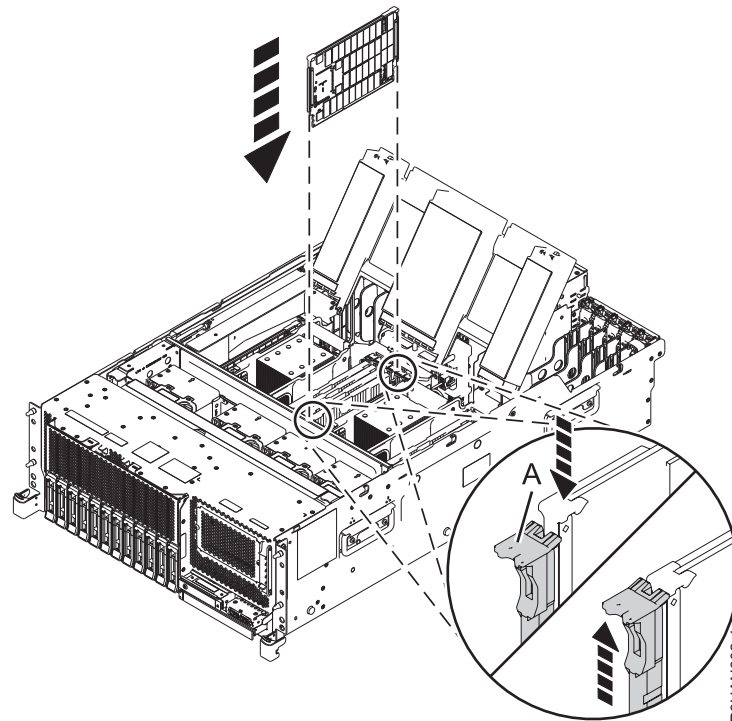

Abbildung 8. Speichermodul bei einem System vom Typ 8247-42L, 8286-41A oder 8286-42A installieren oder austauschen
5. Drücken Sie das Speichermodul fest in den Steckplatz, bis die Verriegelungszunge (A) einrastet. Siehe Abb. 8.